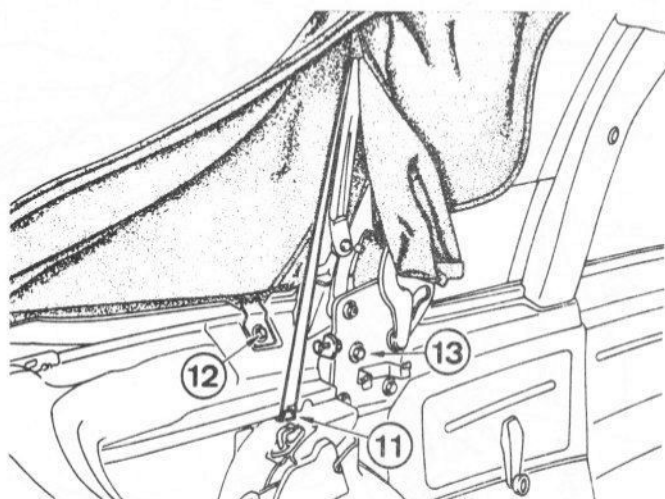

Fig. 13.125 Décrocher les tendeurs (11) et desserrer les boulons de maintien du support (12 et 13) - modèles Cabriolet (Sec 21)
- 31 Consulter la Fig. 13.125 et décrocher les tendeurs puis desserrer les boulons de maintien de support indiqués.